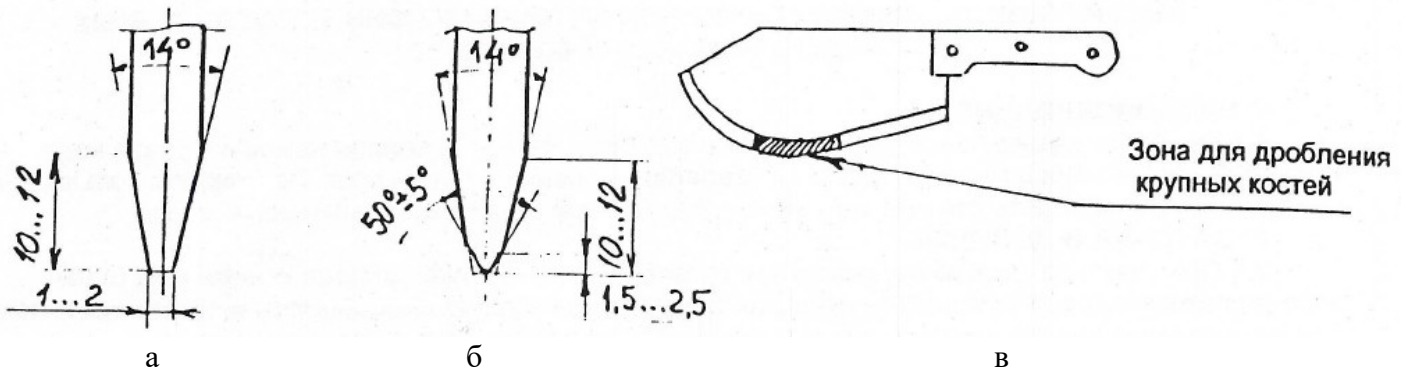

Рисунок 2. Заточка секачей марки Я2-ПТН-9, 10, 22, 23, 24
- Ножи (секачи) марок Я2-ПТН-9, 10, 22, 23 и 24 выпускаются с притуплением режущей кромки 1...2 мм и с фрезерованными широкими, до 10-15 мм, фасками (см. рис. 2а).
Заточка режущей кромки секача производится пользователем. Угол заточки:  $50^{\circ} \pm 5^{\circ}$  (см. рис. 2б), при этом образуются две узкие (до 2 - х мм) фаски.
- По мере переточки режущей кромки и правки угла заточки, периодически следует подшлифовывать широкую фаску лезвия до указанных на рис.2а размеров.
При разрубке крупных костей секачами марки Я2-ПТН-22, 23, 24 рекомендуется использовать зону лезвия секачей, указанную на рис. 2в.